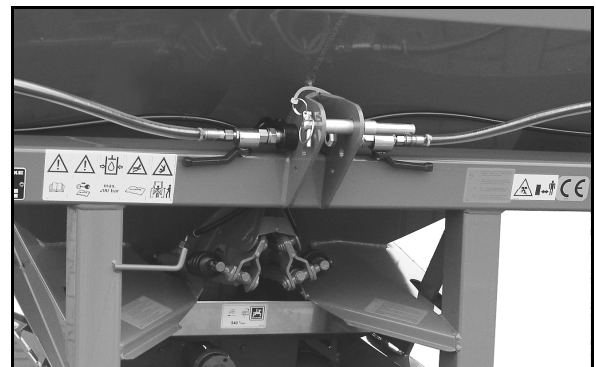

Fig. 26
4. Legg hydraulikkslangene i slangeholderen (Fig. 26).